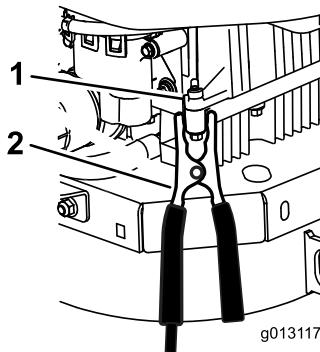

Figura 48
- Haga la conexión final al **bloque motor** (no al borne negativo de la batería) de la máquina con la batería descargada, en un lugar alejado de la batería, y apártese (Figura 48).